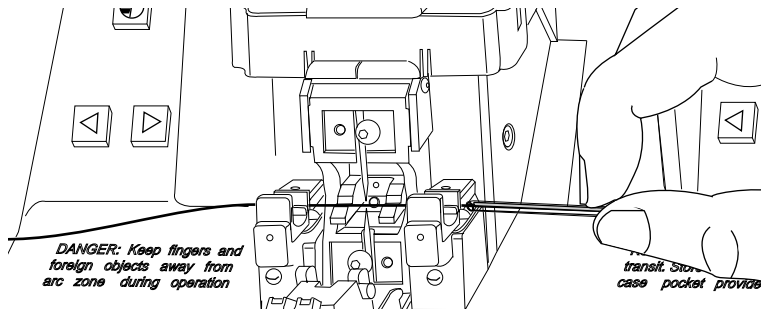

Abbildung 47
- a) Plazieren Sie den Schrumpfspleißschutz neben die Faserklemme (siehe Abb. 47).